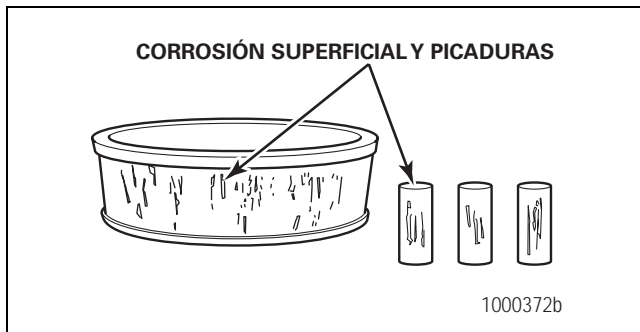

Figura 5.4
- Hay daño en los rodillos y en las superficies de la copa y la carcasa interior del cono que tocan los rodillos. Figura 5.4.